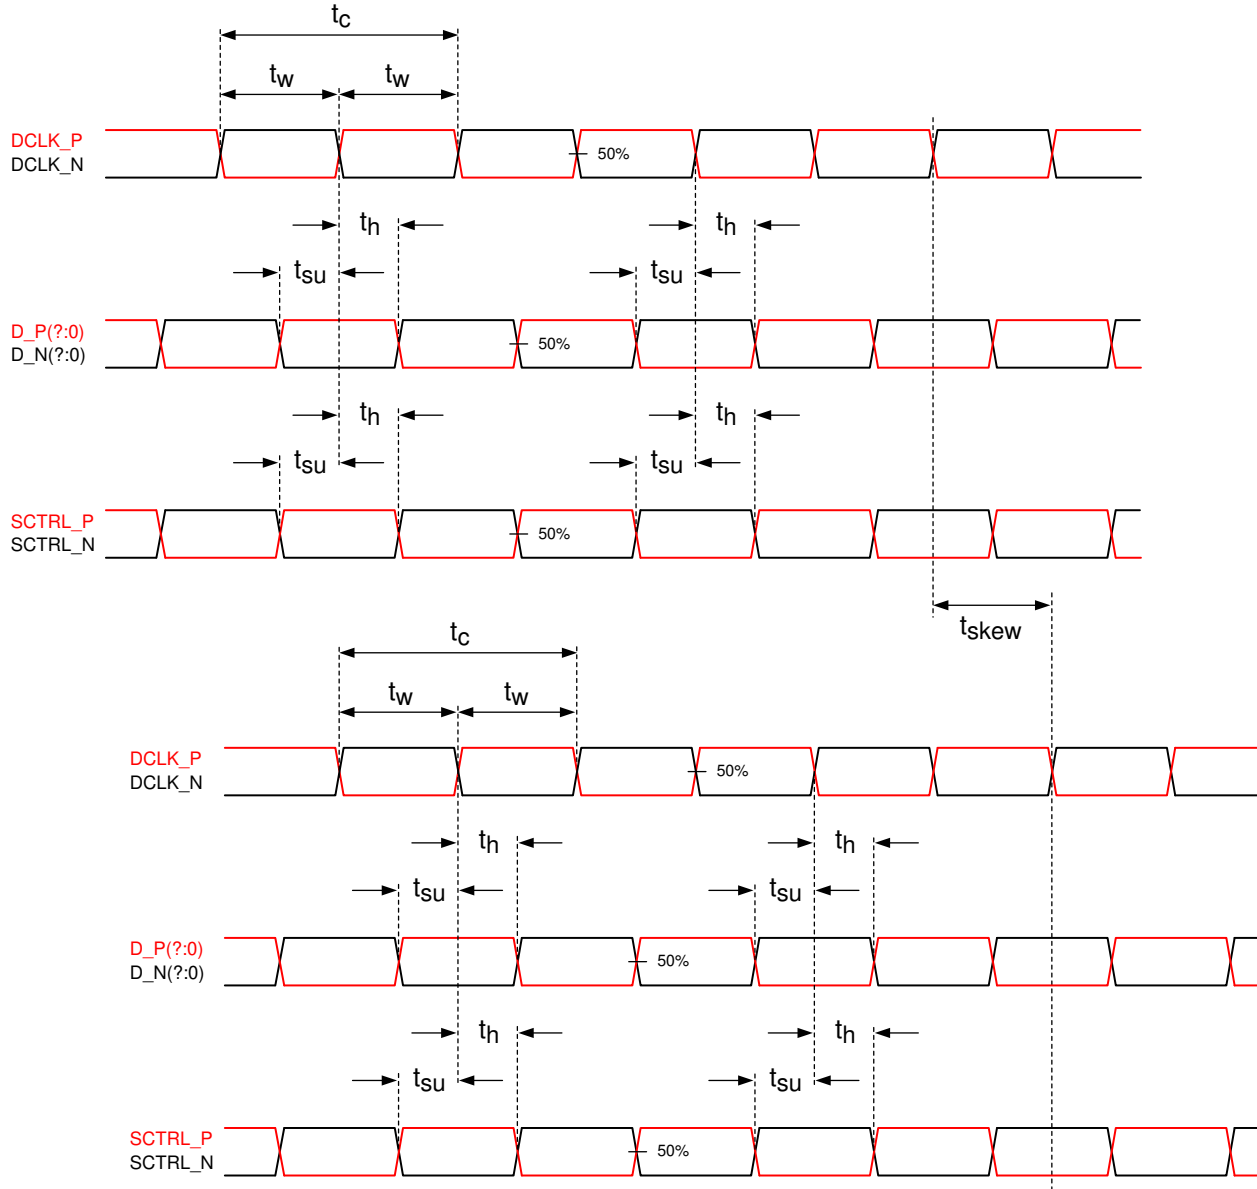

图 6-6. Timing Requirements
- (9) See LVDS Timing Requirements in セクション 6.8 and 図 6-6.